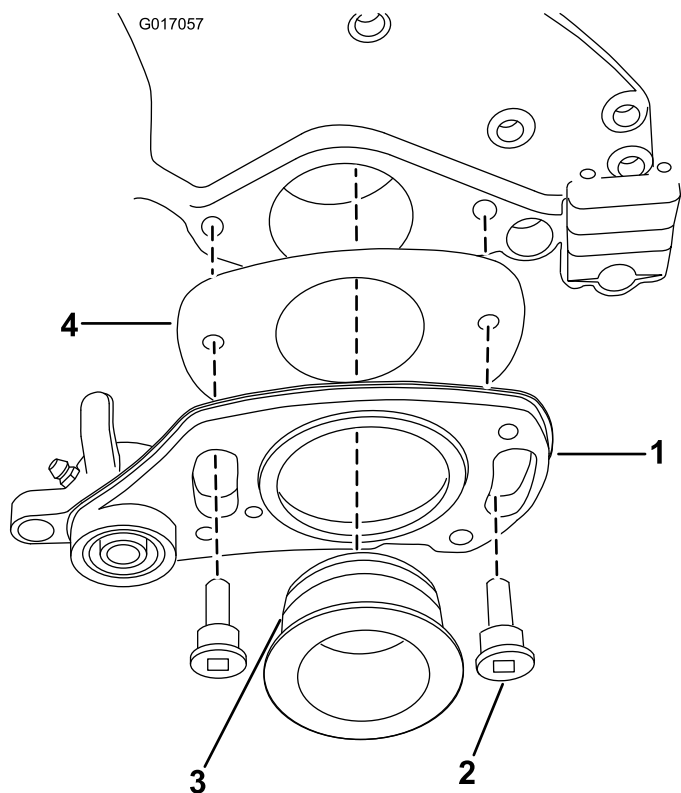

Figura 4
8. Coloque el suplemento en la parte trasera de la transmisión de la izquierda, según se muestra en Figura 4.
9. Aplique una capa ligera de grasa a la junta tórica y al casquillo (Figura 4).
10. Sujete la transmisión izquierda con 2 pernos de cuello largo, según se muestra en Figura 4.